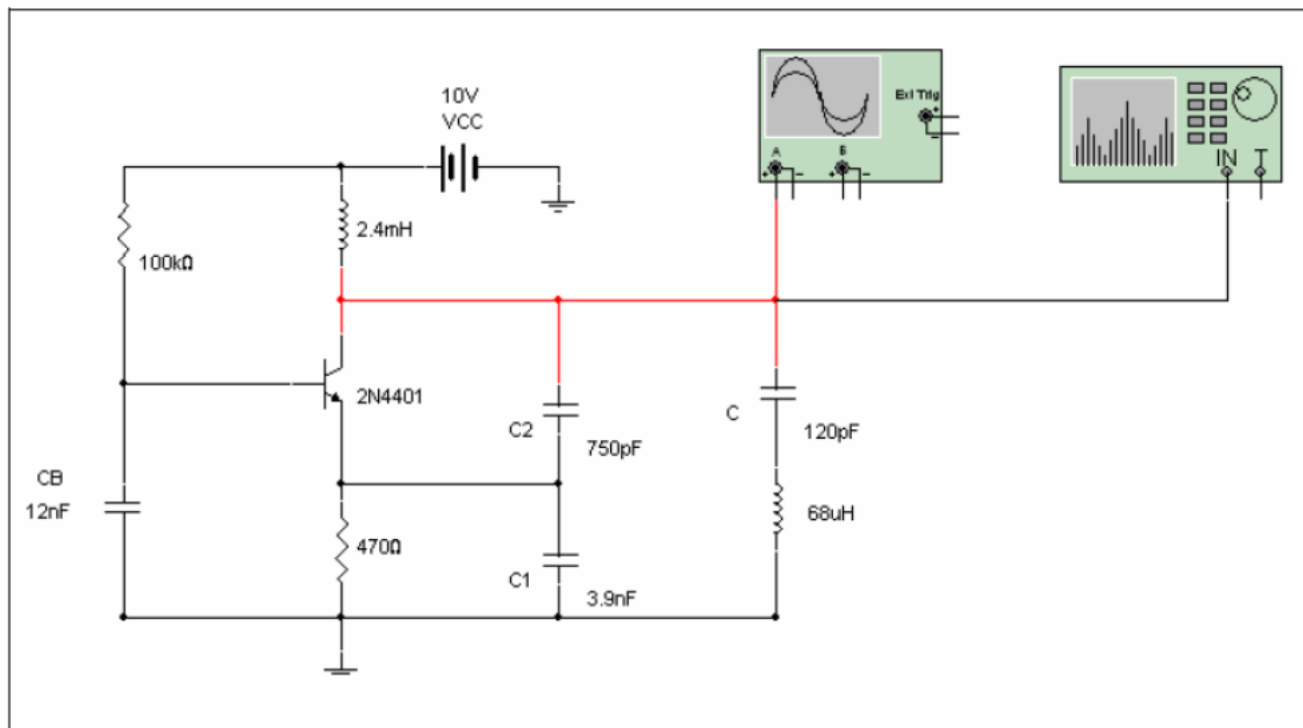

Рис.9-1
11. Соедините элементы схемы так как это показано на рис.9-1.